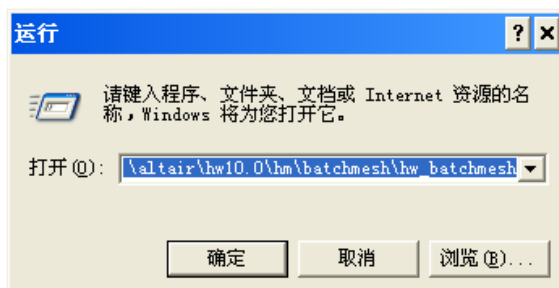

图 4-27 启动 Batch Mesher
- 通过命令行形式，输入 Batch Mesher 完整路径以启动模块，如图 4-27 所示。